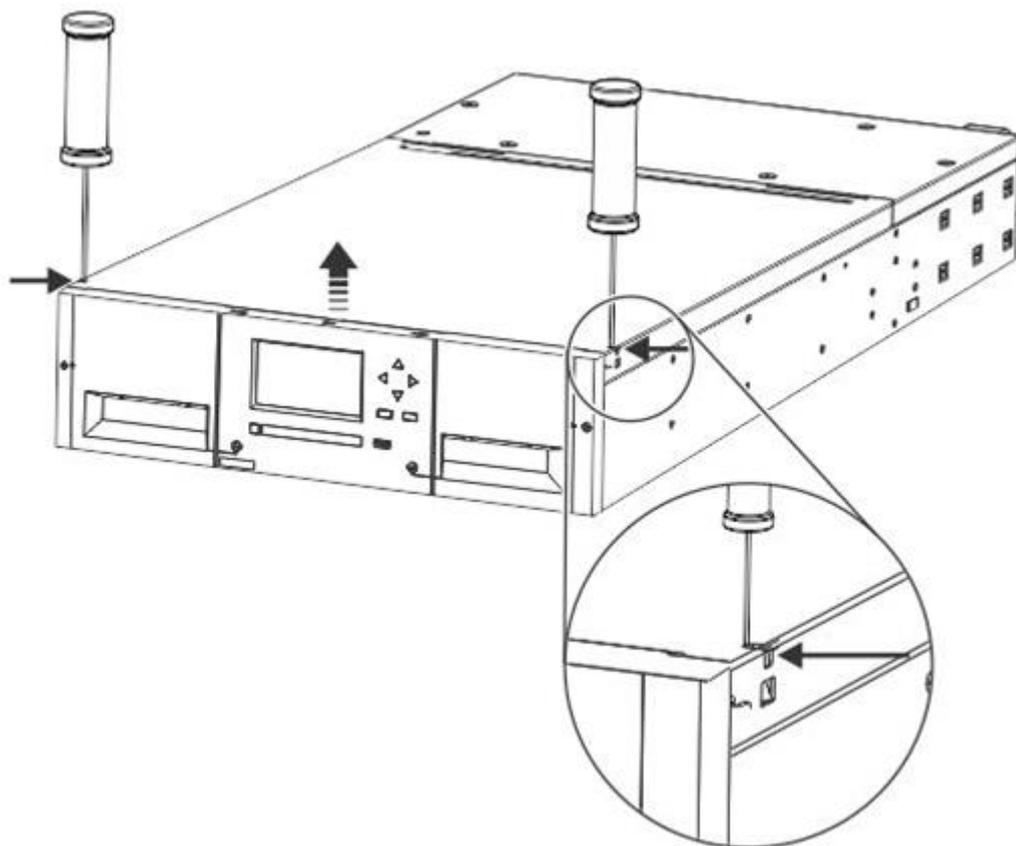

図 1-17 モジュール上部の止め金を外す
1. ライブラリの上部カバーを基本モジュールから取り外します。図 1-17を参照してください。